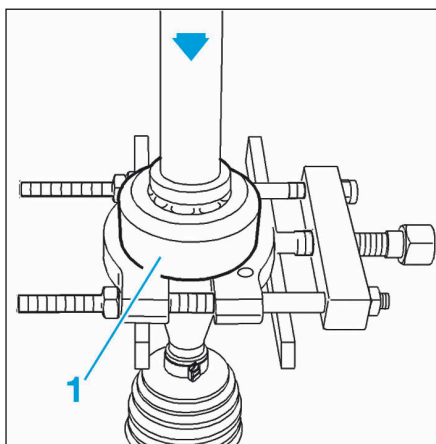

FIG.12
- Extraire l'amortisseur de vibration (1) à l'aide d'une presse, en prenant appui sur un extracteur (Fig.12).